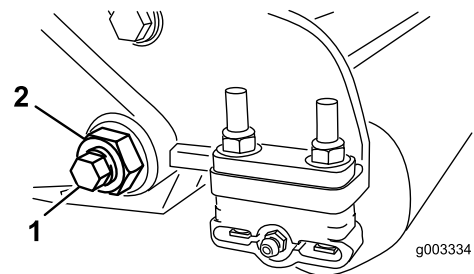

Figura 35
3. En cada lado de la máquina, afloje la contratuerca que fija el perno de la barra de asiento (Figura 35).
4. Retire todos los pernos de la barra de asiento, para poder tirar de la barra hacia abajo y retirarla de la unidad de corte (Figura 35).